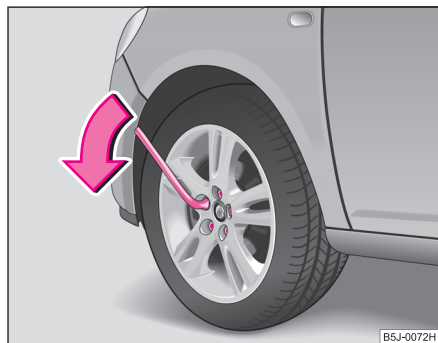

Fig. 159 Înlocuirea roții:
- Prindeți cu mâna capătul cheii și rotiți șurubul cca. **o** rotație spre stânga ⇒ fig. 159.